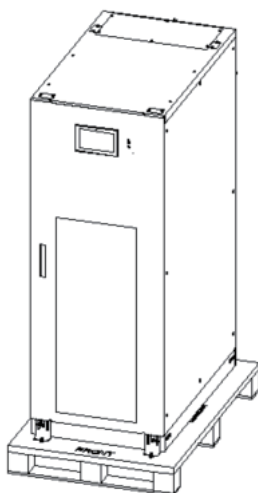

Рисунок 3-5. Удаление защитного пеноматериала
- 4) Удалить защитный пеноматериал, уложенный вокруг ИБП. Как показано ниже на рис. 3-5.